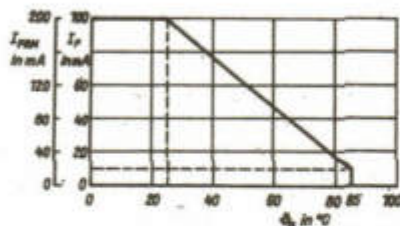

Bild 4: Abhängigkeit des max. zulässigen Durchlaßgleichstromes und des max. zulässigen periodischen Spitzendurchlaßstromes von der Umgebungstemperatur
- 2) I_P bei $\vartheta_a > 25^\circ\text{C}$ siehe Bild 4
- 3) I_{FRM} bei $\vartheta_a > 25^\circ\text{C}$ siehe Bild 4